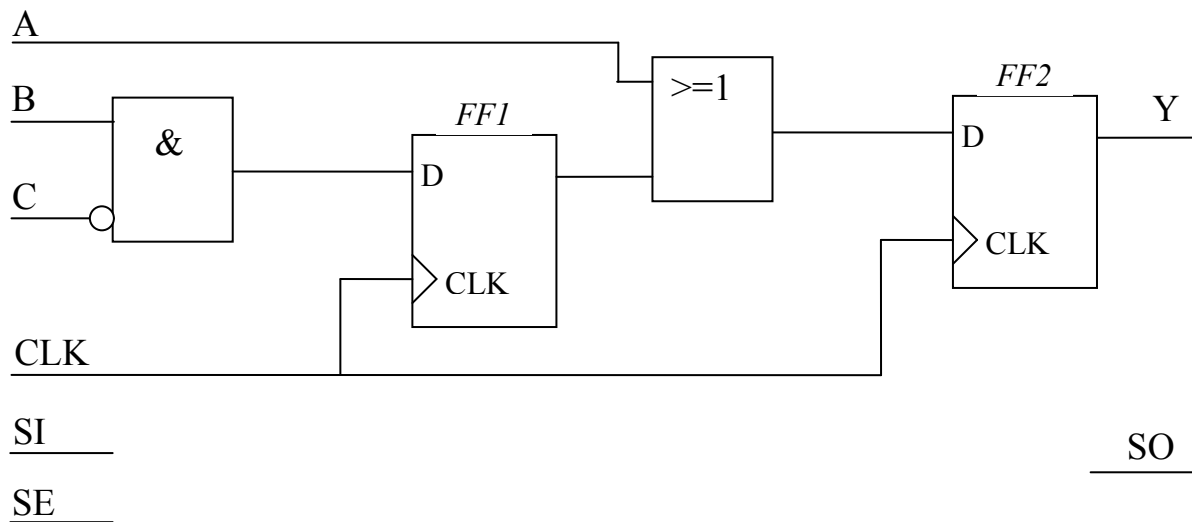

Abbildung 3.1
Gegeben ist die in Abbildung 3.1 dargestellte Schaltung mit 100MHz Takt. Ein asynchrones Eingangssignal mit 25MHz liegt am Eingang von Flip-Flop *FF1*. Der Ausgang von *FF1* geht über die kombinatorische Logik *COMB* an den Eingang von Flip-Flop *FF2*. Die Verzögerungszeit der kombinatorischen Logik beträgt  $t_{PD} = 2\text{ns}$ . Laut Datenblatt haben die beiden Flip-Flops folgende Parameter:
Gegeben ist die Schaltung in Abbildung 3.1.
- Erweitern Sie die beiden Flip-Flops in Abbildung 3.1 entsprechend!